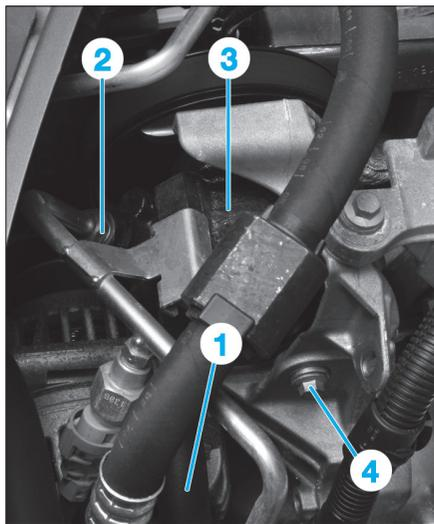

Fig. 12
- Déposer le collier de la durit d'entrée (1) d'huile de la pompe de direction assistée (Fig.12).
- Débrancher la durit d'entrée (1) de la pompe.
- Dévisser le raccord du tuyau haute pression (2) de la pompe (3) et le débrancher.
- la vis (4) de fixation arrière sur le support multifonction,